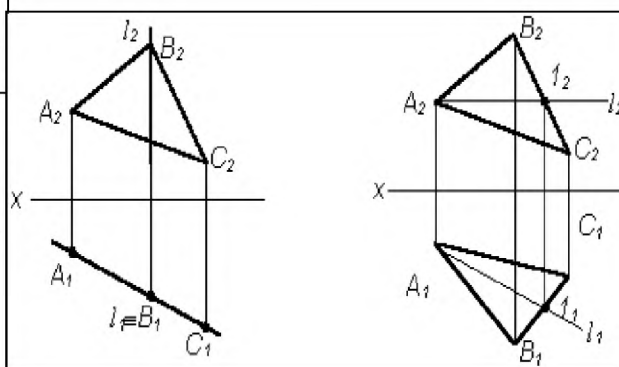

Рис. 2.
3. Укажите, на каком из чертежей (рис. 2)